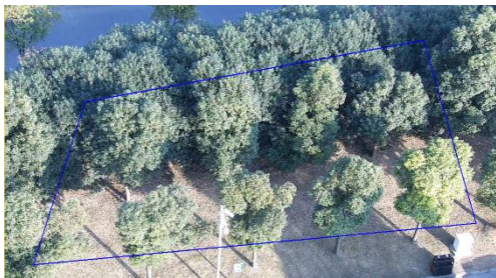

图2-11 不适用场景 1
- 场景一：如果是树林的应用场景，有风时容易受到树叶摇晃的干扰，产生较多的误报，智能报警功能不适用，如图 2-11 所示。